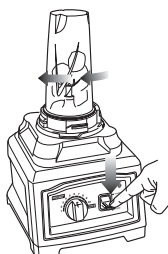

Fig. 11
- 5 Retournez le gobelet à Nutri Ninja et placez-le à l'envers sur le bloc-moteur, en alignant les onglets du gobelet avec le bloc-moteur. (Fig. 10) Faites tourner le gobelet dans le sens des aiguilles d'une montre jusqu'à ce qu'il soit verrouillé en place; l'appareil est prêt à être utilisé. (Fig. 11)
- 6 Tournez le bouton de commande de vitesse variable jusqu'à l'icône de portion individuelle. Le gobelet Nutri Ninja fonctionne à une seule vitesse, quelle que soit la sélection du bouton de commande. Déplacez le commutateur « Start/Stop/Pulse » (marche/arrêt/impulsion) vers le bas ou vers le haut en appuyant brièvement à plusieurs reprises pour des impulsions de courts intervalles jusqu'à ce que vous ayez atteint votre consistance désirée. (Fig. 11)